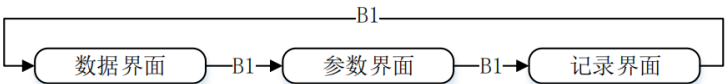

图 6 LCD 界面切换模式
- 1) B1：定义为“界面”按键，按下 B1 按键可以往复切换数据、参数和记录三个界面，切换模式如图 6 所示。